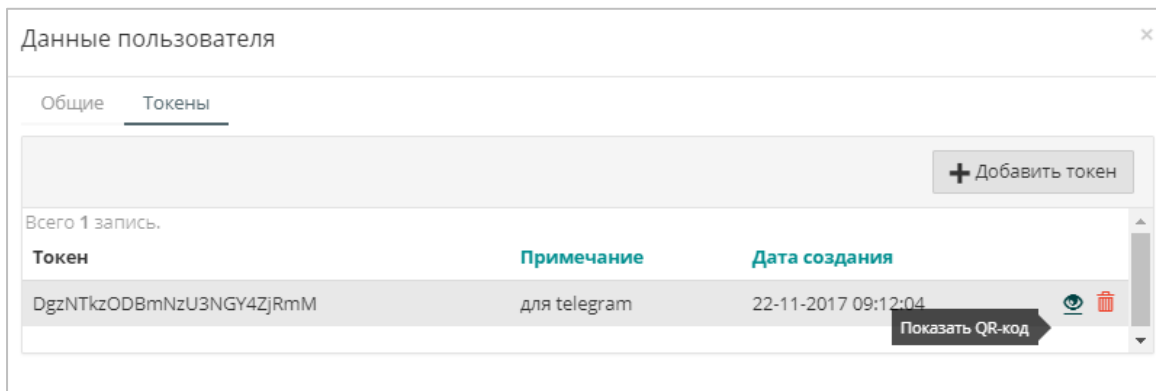

Рисунок 7.1.2 – Добавление telegram-токена
- Нажмите на кнопку **Токены**, после этого – на появившуюся кнопку **Регистрация нового токена**. Введите токен или отправьте изображение его **QR-кода** (см. рисунок 7.1.2).